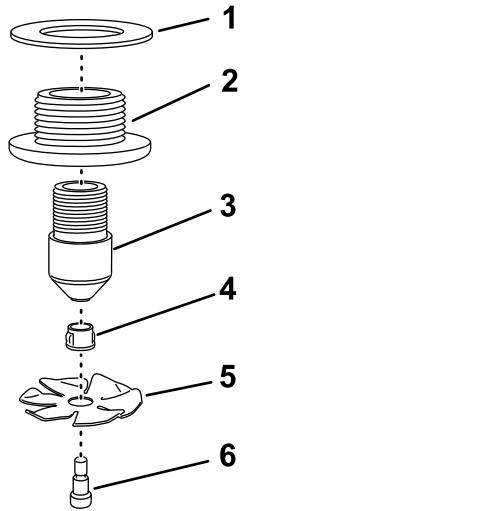

Figura 20
2. Montate la ruota di lavaggio ad alette, la boccola e il bullone di spallamento sull'ugello di lavaggio (**Figura 20**).
4. Montate il gruppo ugelli di lavaggio sul raccordo del diaframma e serrate manualmente (**Figura 20**).
5. Montate la guarnizione sul raccordo del diaframma (**Figura 20**).
1. Montate la ruota di lavaggio ad alette e la boccola sul bullone di spallamento (**Figura 20**).